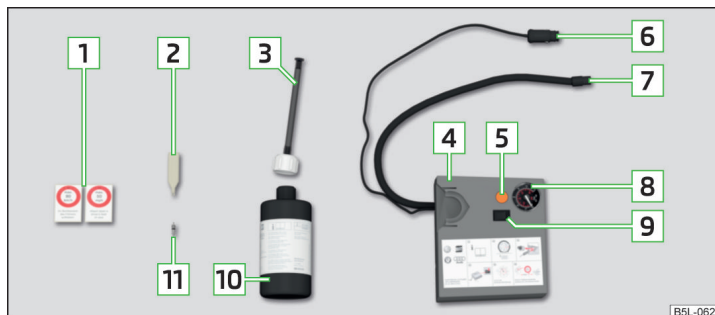

Fig. 163 Prezentarea în principiu: Componentele setului de pană
Componentele setului » fig. 163
- Lipiți autocolantul corespunzător [1] » **fig. 163 la pagina 166** pe planșa de bord, în câmpul vizual al șoferului.
- Scuturați de câteva ori bine recipientul de umplere a anvelopei [10] » **fig. 163 la pagina 166**.
- Înșurubați bine furtunul de presiune [7] » **fig. 163 la pagina 166** al compresorului de aer pe ventilul anvelopei.